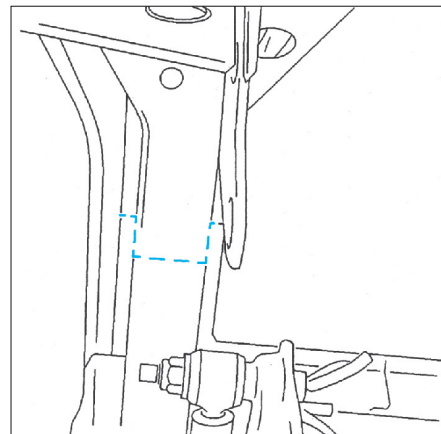

FIG. 132
- Poser le longeronnet (Fig.132).